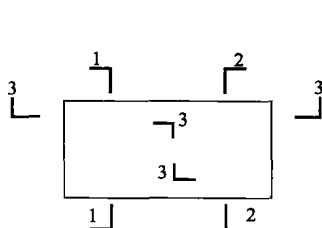

图 1-6 剖视的剖切符号
(1) 剖切符号。施工图中剖视的剖切符号用粗实线表示，它由剖切位置线和投射方向线组成。剖切位置线的长度大于投射方向线的长度，如图 1-6 所示。一般剖切位置线的长度为 6~10mm，投射方向线的长度为 4~6mm。剖视剖切符号的编号为阿拉伯数字，顺序由左至右、由上至下连续编排，并注写在剖视方向线的端部，如图 1-6 所示。需转折的剖切位置线，在转角的外侧加注与该符号相同的编号，如图 1-6 中 3-3 剖切线。构件剖面图的剖切符号通常标注在构件的平面图或立面图上。